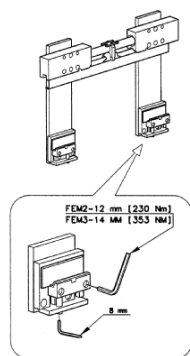

Fig.02
b) Allentare le viti del gancio inferiore (**Fig.02**) in modo di avere i ganci stessi tutti abbassati; quindi togliere la piastrina di fermo **C**.